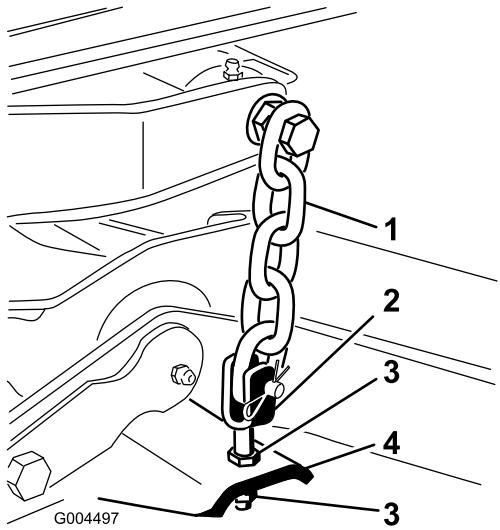

Bild 78
- Stellen Sie die Klemmmuttern ein, mit denen die hinteren Mähwerksgabeln bzw. -messer befestigt sind, um das Mähwerk hinten anzuheben, sodass die Messerneigung auf 8 mm eingestellt ist (Bild 78).